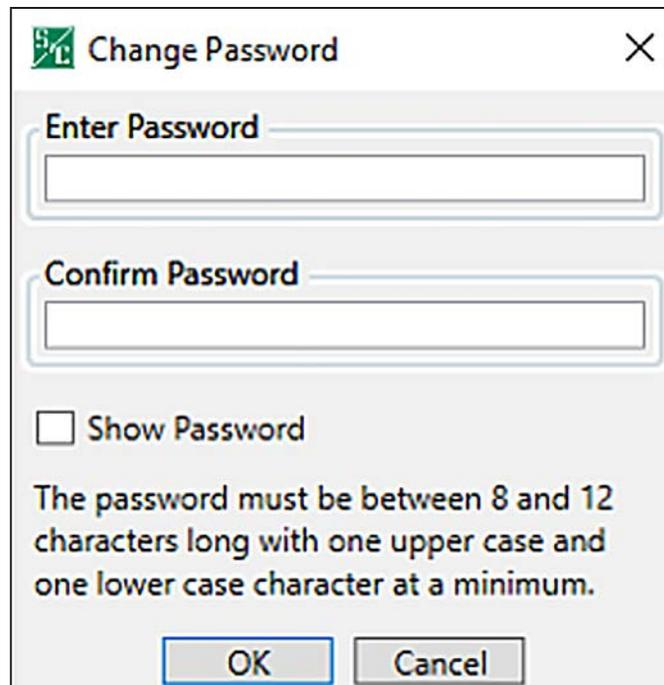

Figura 109. Caixa de diálogo de Alteração de Senha.
PASSO 3. Clique no campo **Password** (Senha) de um determinado usuário. Na janela **Change Password** exibida digite uma nova senha não-default no campo **Enter Password** (Introduzir Senha) que atenda os requisitos de complexidade. Digite novamente a mesma senha no campo **Confirm Password** e clique no botão **OK**. Ver Figura 109 na página 194.
PASSO 5. Se a alteração da senha tiver sucesso na validação, clique no botão **Apply** para concluir o processo e configure a nova senha no controle. Ver Figura 109. Vá para o Passo 6 se a alteração da senha não foi validada com sucesso.